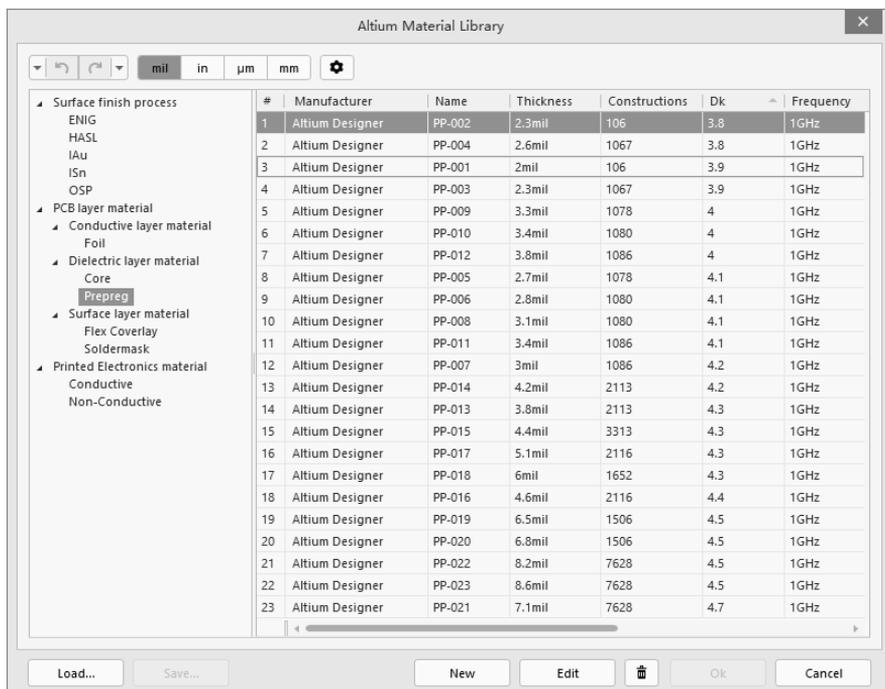

图 3-23 PP 片包含的材料
- ② PCB layer material: PCB 层材料。
- (2) 右侧为相关图层所包含的材料。以 PP 片为例, 如图 3-23 所示为 PP 片包含的材料。